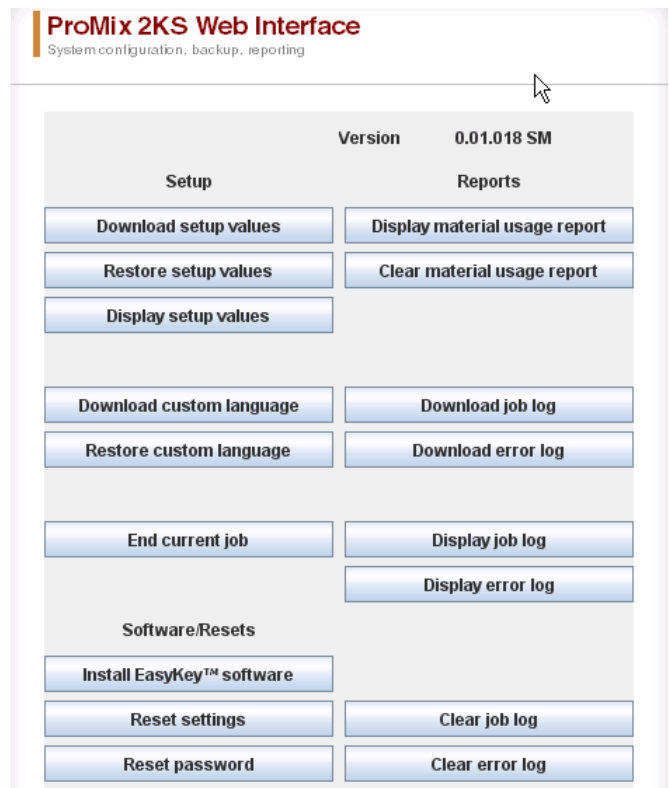

FIG. 7. Pantalla Central BWI
- Aparece la pantalla principal del software. Vea FIG. 7.
Desde las pantallas centrales de BWI (consulte FIG. 7) el operador puede seleccionar Ajustes, Software/Reset o Informes.